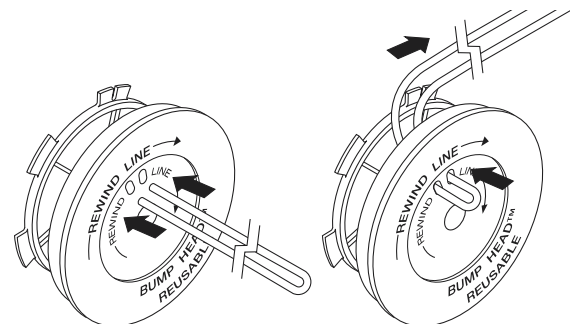

Fig. 18
6. Découpez environ 7,6 m (25 pi) de fil neuf et faites-en deux boucles de longueurs égales. Insérez chaque extrémité de fil dans l'un des deux trous du moulinet (Fig. 18). Tirez le fil à travers le moulinet pour que la boucle soit le plus petit possible.